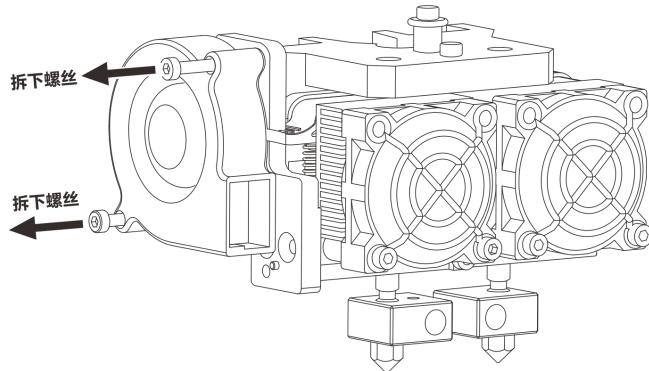
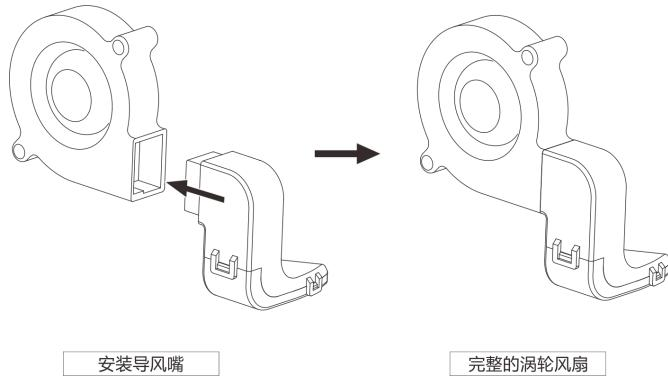

图 4-2
图 4-3
- 如图下（图 4-2，图 4-3）所示，先旋松固定涡轮风扇的两颗螺丝，然后取出导风嘴配件，将该配件安装在涡轮风扇出风口上。（请注意：导风嘴固定螺丝孔位边上有一个小孔，对应涡轮风扇固定座上的定位销）取出一个 M3×6 的螺丝和 2.5mm 内六角扳手，将导风嘴固定在喷头上。最后将旋松的两颗螺丝旋紧。